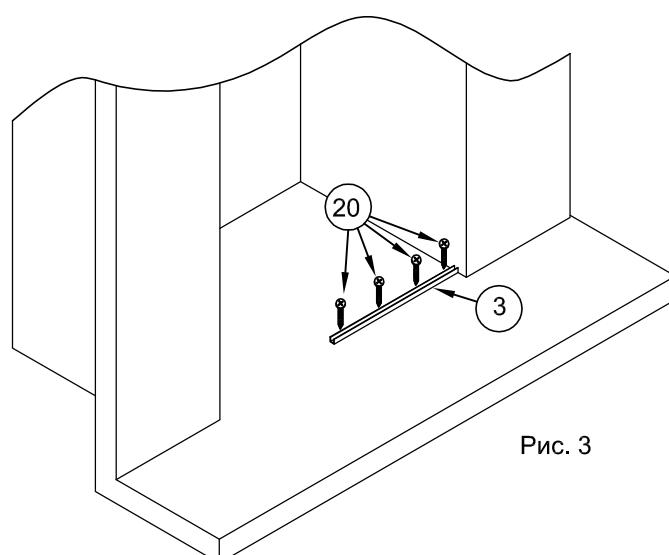

Рис. 3
1.5. Установить профиль №3 на пол. Вставить в отверстия шурупы №20 и вкрутить их отвёрткой, закрепив профиль на належащем месте на полу (рис.3).